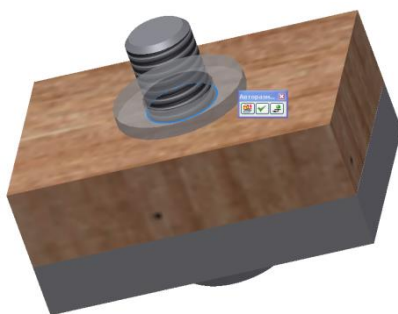

Рис. 3.61. Размещение шайбы
5. Поместите шайбу так, чтобы подсветилась верхняя кромка отверстия (рис. 3.61), и нажмите в панели «*Авторазмещение*» кнопку «*Вставить*» (рис. 3.62).